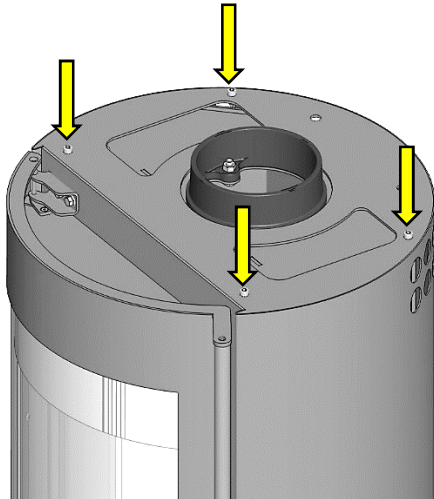

Abb. 7: Höhenjustierung Deckel/Aufsatz
2. Die 4 Positionierschrauben (Abb. 7) können bei Bedarf zur Höhenjustierung benutzt werden. Dabei Schrauben nach Bedarf heraus- oder hineindreihen.
3. Aufsatz mithilfe der oben genannten Schrauben positionieren (Abb. 7). Den Aufsatz mit der mitgelieferten Sicherungsschraube befestigen.